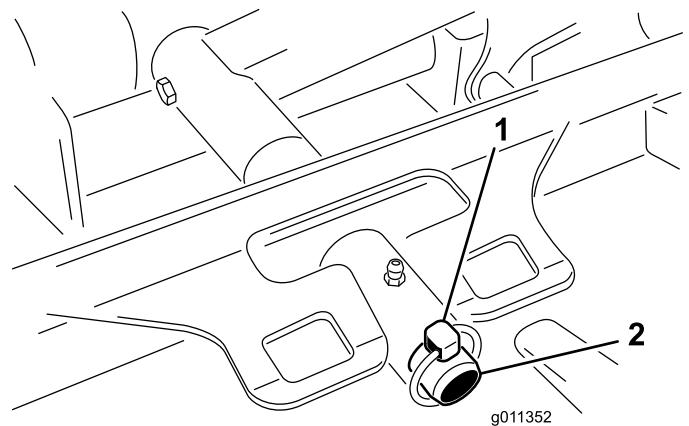

Figura 125
3. Retire el pasador de seguridad (para máquinas Groundsmaster 4500) o la tuerca de retención (para máquinas Groundsmaster 4700) que sujetta el bastidor de tiro de la unidad de corte a la barra de giro del brazo de elevación (Figura 125).
2. Deslice el bastidor de tiro de la unidad de corte sobre el pasador de giro del brazo de elevación (Figura 125). Sujete la unidad de corte al pasador con el pasador de seguridad (para máquinas Groundsmaster 4500) o la tuerca de retención (para máquinas Groundsmaster 4700).